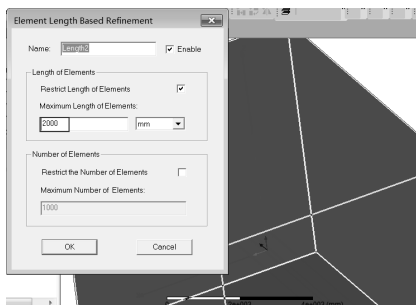

图 19-20 求解域网格尺寸设置
Step3：采用同样的方法设置如图 19-20 所示求解域网格剖分大小。